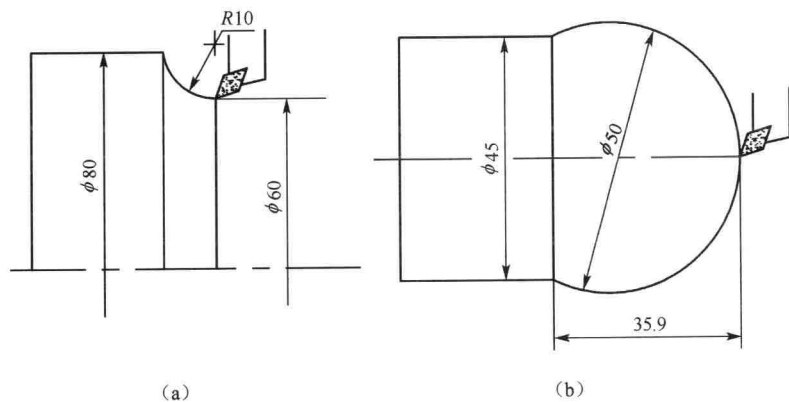

图 1-6 圆弧插补练习
- 3) R 为圆弧半径。若 $G02 \ X \ _ \ Z \ _ \ R \ _ \ I \ _ \ K \ _ \ F \ _ ;$ 则执行 R 指令 (优先)。圆弧 $< 180^\circ$ 时 R 为正, $\geq 180^\circ$ 时 R 为负。圆弧插补指令练习见图 1-6。